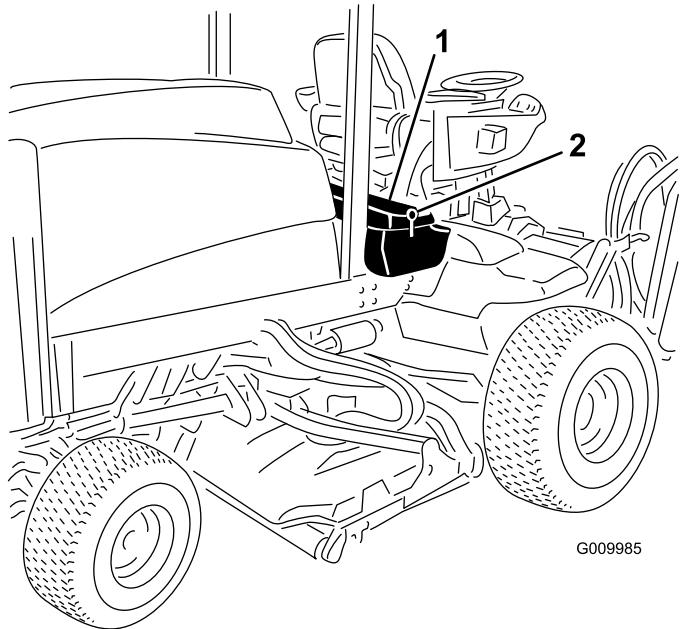
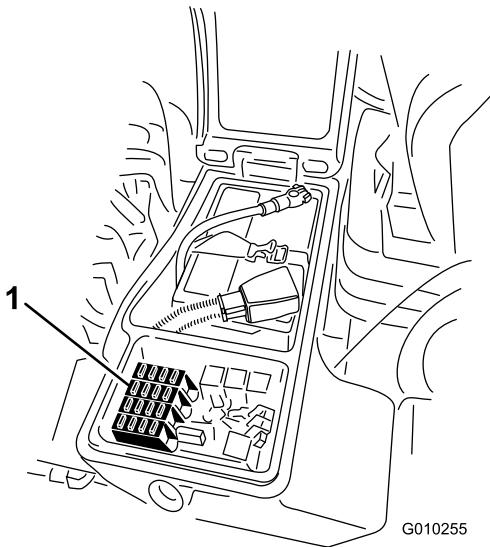

Figure 68
Figure 69
- Ouvrez le verrou du couvercle du bac de rangement droit et soulevez le couvercle (Figure 68).
- Ouvrez le verrou du couvercle du bac de rangement droit et soulevez le couvercle (Figure 68) pour exposer le porte-fusibles (Figure 69).
- Remplacez le(s) fusible(s) dans les emplacements libres selon les besoins (Figure 69).
- Refermez le couvercle du bac de rangement droit et fixez-le avec le verrou (Figure 68).